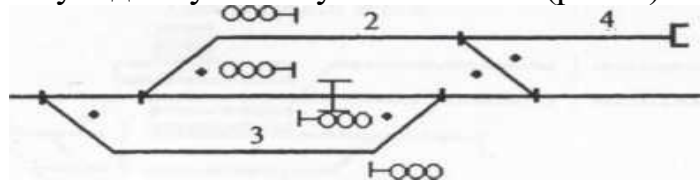

Рис. 1
1. Обозначить полезную длину всех путей на схеме (рис. 1).